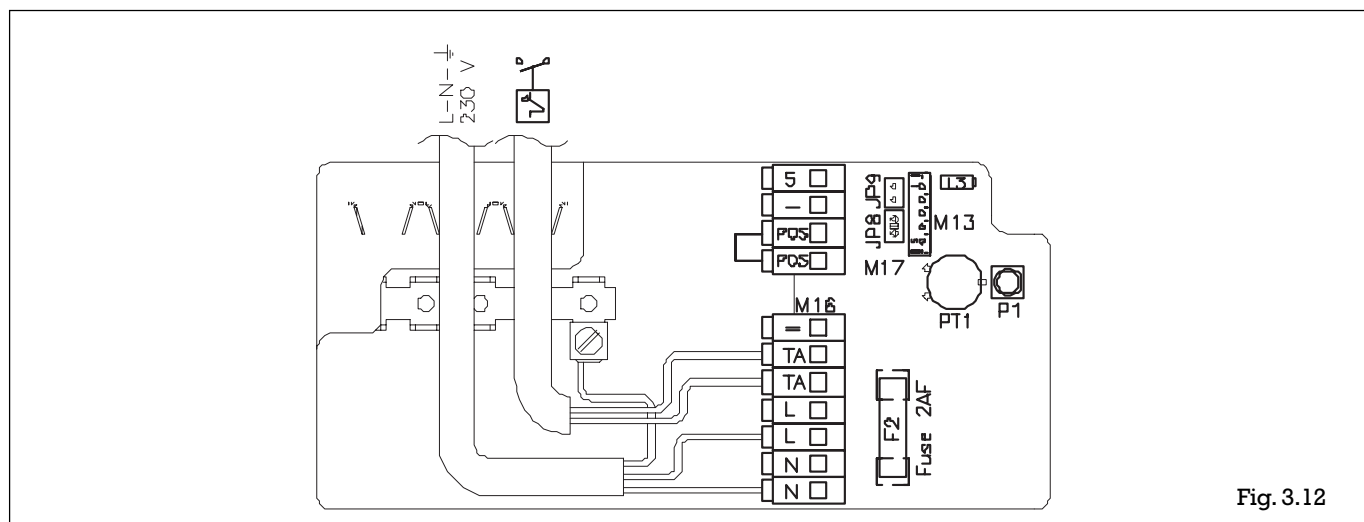

Fig. 3.12
- procéder aux branchements électriques comme indiqués sur la plaquette autocollante placée sur la chaudière (fig. 3.12);